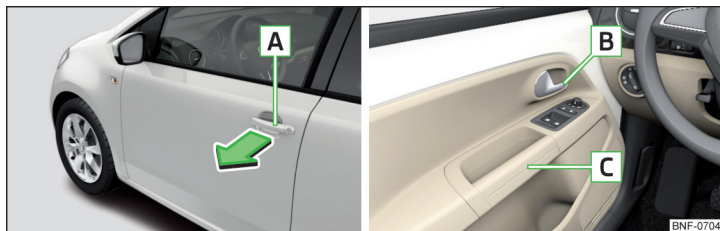

Fig. 30 Dørhåndtag
► Træk dørhåndtaget **A** i pilens retning » Fig. 30.